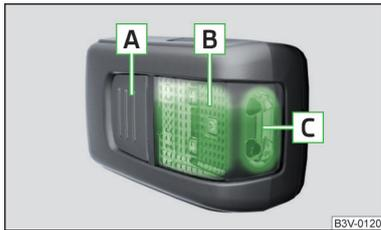

Abb. 157
Beschreibung der Leuchte » Abb. 157
- › Zum **Einschalten** der herausgenommenen Leuchte die Taste **A** drücken » Abb. 157. Durch erneutes Drücken wird die Leuchte **ausgeschaltet**.
Wird die Leuchte nicht ausgeschaltet und korrekt in die Halterung eingesetzt, dann werden die LED-Leuchtmittel im vorderen Teil der Leuchte **C** » Abb. 157 automatisch ausgeschaltet.